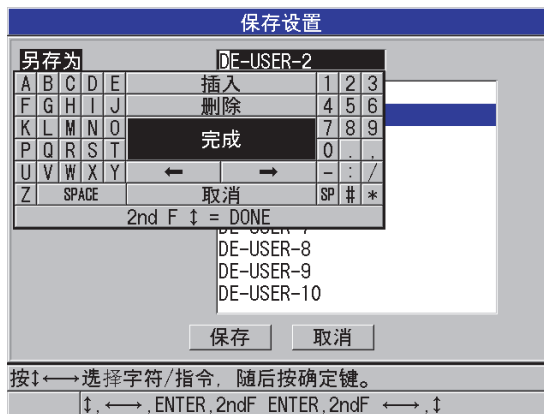

图 12-6 保存设置
- b) 在 **保存设置** 屏幕中，输入所需的自定义设置文件名称（参见第 223 页的图 12-6）。